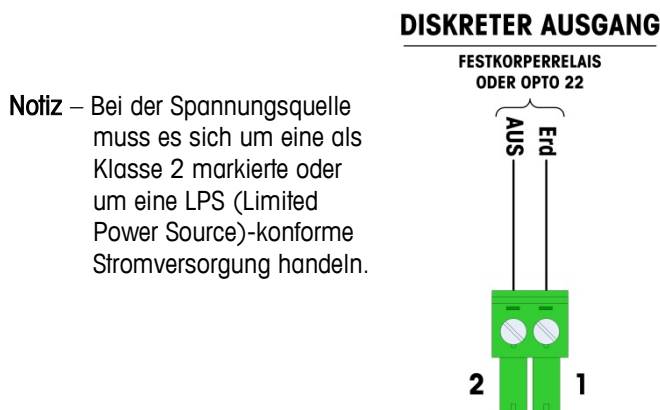

Abbildung 2-44: Diskreter Analog-Wägezellenanschluss
- Beachten Sie Folgendes bei einem standardmäßigen vieradrigen Kabel: Wenn eine erhöhte Last zu einer Verringerung der Gewichtsanzeige führt, die Signaladern umkehren (+SIG und □SIG). Abbildung 2-44 zeigt die Verdrahtungsdefinitionen für den diskreten Analog-Wägezellenanschluss.